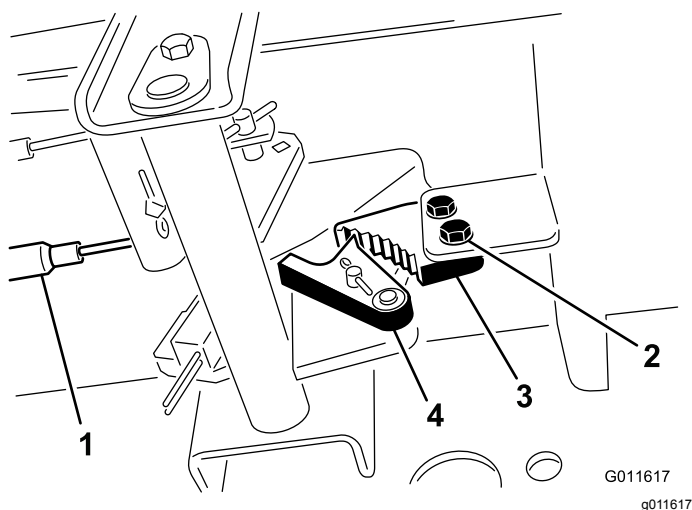

Figura 64
- Solte os 2 parafusos que prendem a lingueta do travão de estacionamento à estrutura (Figura 64).
- Carregue no pedal do travão para a frente até o detentor do estacionamento engatar completamente na lingueta do travão (Figura 64).